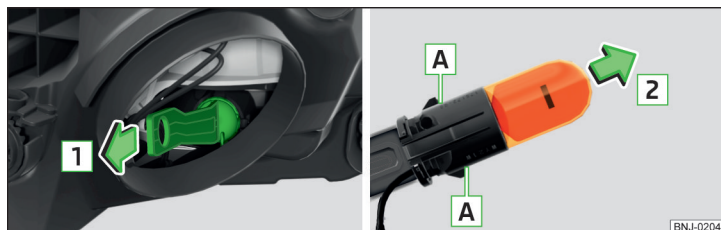

Fig. 214 Cambiar la bombilla para luz intermitente
- Extraer el portalámparas con la bombilla con movimientos de vaivén en el sentido de la flecha **[1]** » fig. 214.